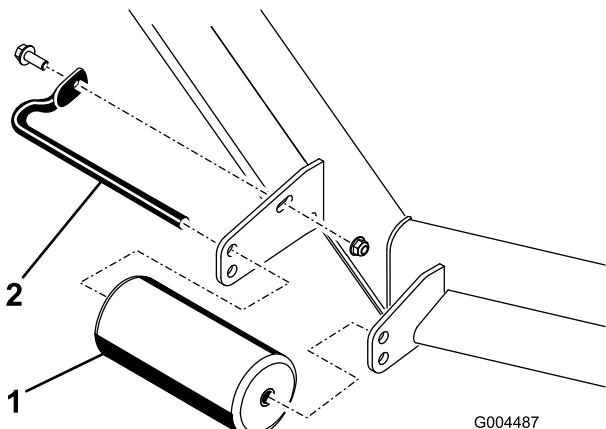

Figure 26
- Retirez les fixations de chaque galet sur le tablier de coupe et montez ou abaissez les galets selon le cas; reportez-vous aux Figure 26 à Figure 30 selon ce qui convient à votre tondeuse.